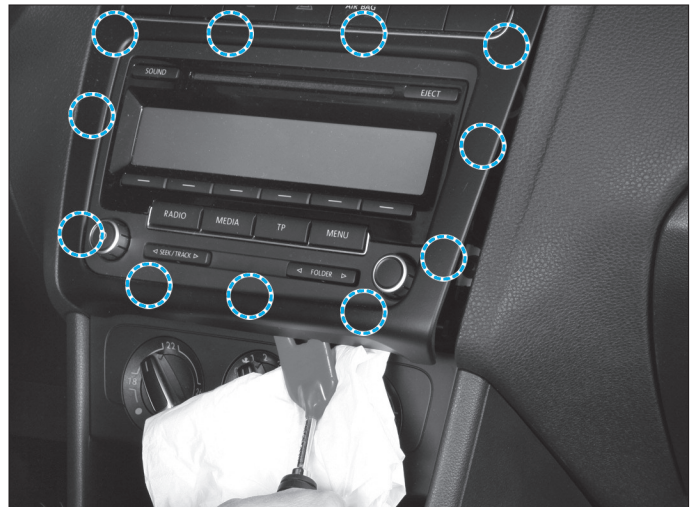

FIG. 12
- l'encadrement d'autoradio (Fig.12),